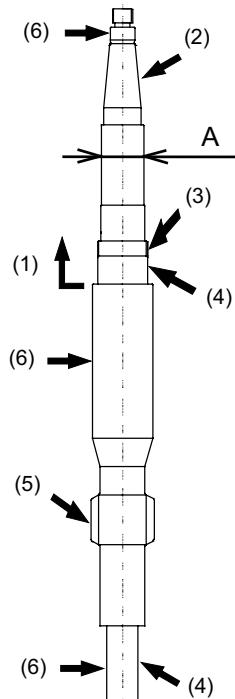

图 4-9
- (1) 上部轴承配合部以上的部分有可能发生腐蚀，因此，请仔细检查，如果图 4-9 中 A 尺寸直径比表 4-1 所示值减少了 1mm 以上，请予以更换。